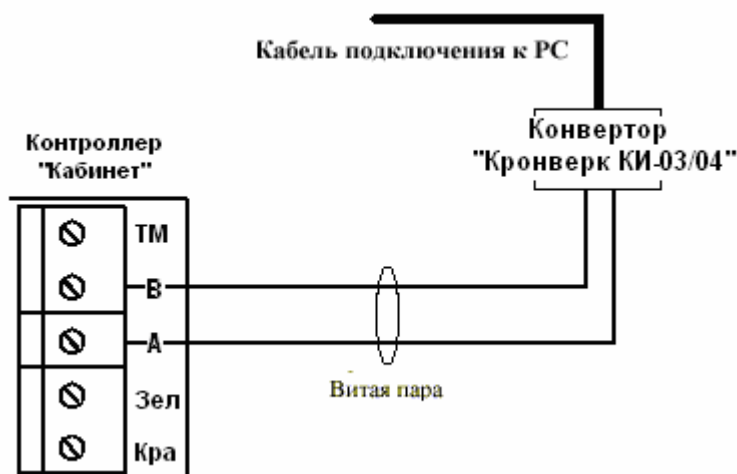

Рис. 3.а. Подключение одного контроллера «Кабинет».
- 9.2 БПК представляет собой печатную плату размером 87x82 мм с электронными компонентами и разъемами для подключения питания, магистрали связи, ВА и исполняющего механизма (ИМ), установленную в пластиковый корпус с габаритами 115x105x64 мм. На плате расположены индикационные светодиоды, показывающие состояние изделия. Внешний вид платы приведен на рис.3.
Контроллеры «Кабинет» подключаются к магистрали RS-485. Подключение необходимо производить согласно рис.3. На рис. 3.а показано подключение одного контроллера, на рис. 3.б схема подключения двух и более контроллеров.